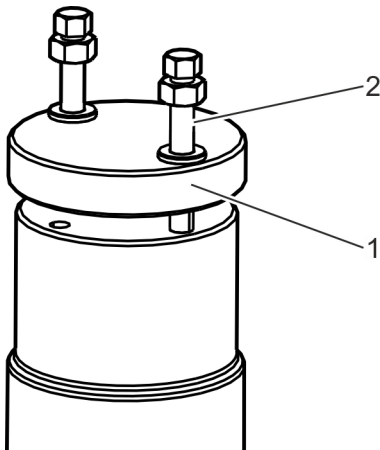

Fig. 30: Insertar los tornillos de fijación
- 7.** ▶ Inserte los tornillos de fijación (Fig. 30/2) en el mecanismo de bloqueo (Fig. 30/1) y enrósquelos en dos orificios opuestos del cuerpo del dispositivo apretándolos con el mismo par de apriete de 7 Nm.